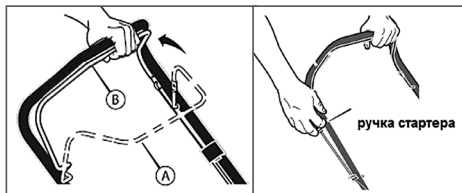

Рис. 8 Запуск двигателя
2. Нажмите и удерживайте рычаг остановки двигателя левой рукой (Рис. 8 положение В).
3. Правой рукой, медленно вытягивая шнур стартера за ручку (Рис. 8), поверните коленчатый вал двигателя, пока не почувствуете сопротивление, затем медленно опустите ручку стартера вниз. Снова медленно потяните за ручку стартера, пока не почувствуете, что стартер вошел в зацепление с маховиком, после чего, резко и с усилием потяните за ручку стартера и запустите двигатель. При необходимости повторите. После запуска двигателя медленно и плавно верните ручку стартера на место.